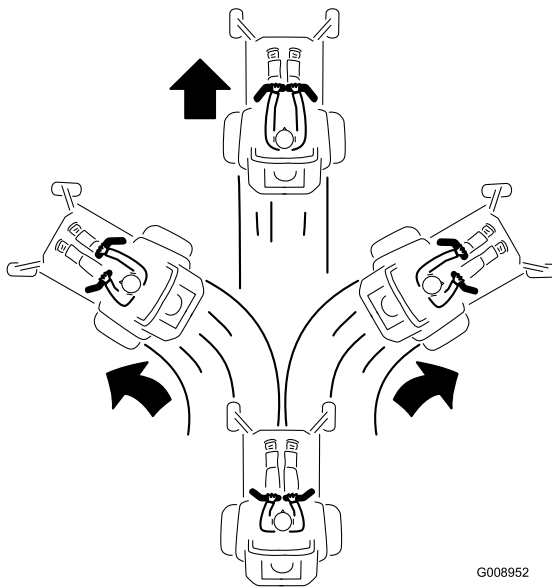

Bild 14
2. Drücken Sie die Steuerhebel langsam nach vorne, um vorwärtszufahren (Bild 14).
Wenden Sie denselben Druck auf beide Fahrtriebshebel an, um geradeaus zu fahren (Bild 14).
Verringern Sie zum Wenden den Druck auf den Fahrtriebshebel in der Richtung, in der Sie wenden möchten (Bild 14).